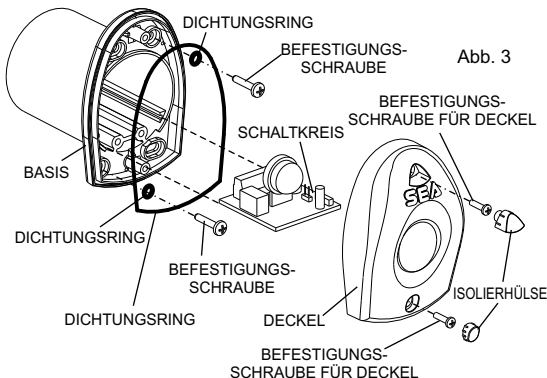

Abb. 3
- Fijar el Transmisor como se indica en la fig. 3.
- Fijar el receptor como se indica en la fig. 3 teniendo cuidado de fijarlo en posición frontal, alineando sobre el mismo eje y la misma altura del transmisor.
- Den Sender wie in Abb. 3 befestigen.
- Den Empfänger wie nach Abb. 3 auf der Stirnseite befestigen, er muß auf der gleichen Höhe des Senders und dessen Achse ausgerichtet sein.